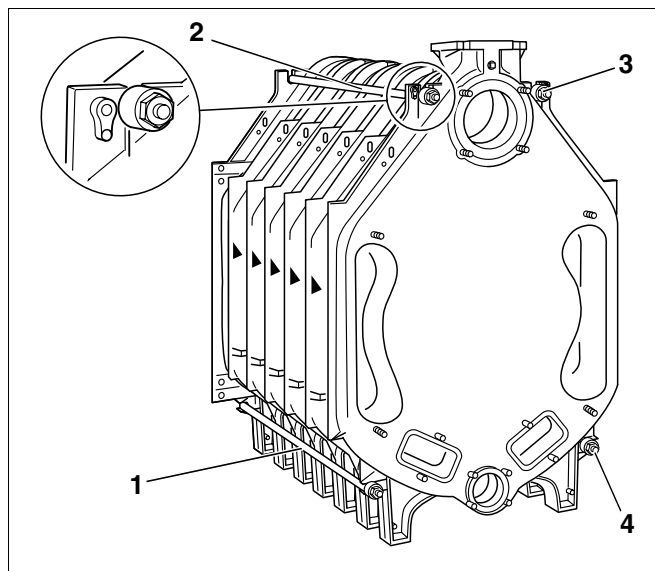

Fig. 22 Montering af stagboltene
- Sæt stagboltene med de påsatte fjederpakker ind i beslagene i venstre og højre side, foroven og fornedet ved siden af kedlens nippelgang (fig. 22, pos. 1 til 4).